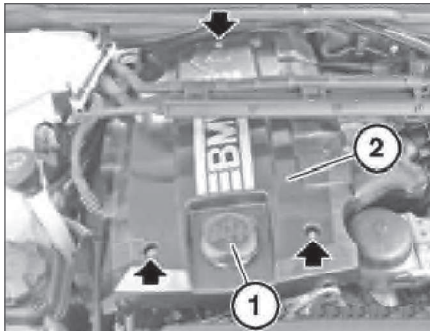

Рис. 5.30. Звукоизоляционный кожух
- Теперь следует снять крышку маслозаливной горловины (2, рис. 5.30), отвернуть болты (стрелки) и снять звукоизоляционный кожух (1). Установить на место крышку маслозаливной горловины.